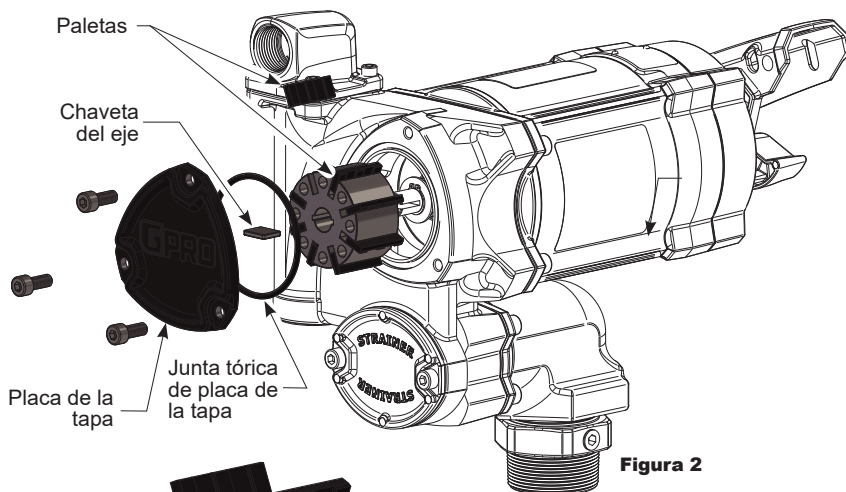

Figura 2
2. Con una llave hexagonal de 6 mm, retire la placa de la tapa y la junta tórica (consulte la Figura 2).